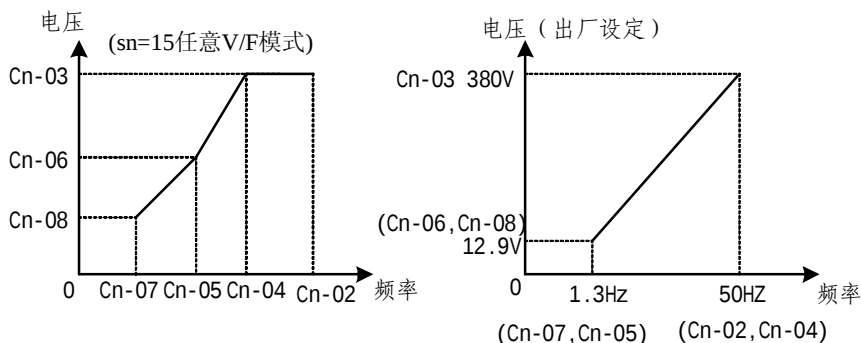

图 4-9 V/F 曲线调整
(1) 输入电压 (Cn-01)
(2) V/F 曲线设定参数 (Cn-02~Cn-08)
- 当 V/F 曲线选择参数 Sn-02=15 (任意的 V/F 模式) 时, 可利用 Cn-02~Cn-08 任意设定所需要的 V/F 特性, 出厂标准设定为固定线性 V/F 曲线特性 (即 Cn-05=Cn-07, Cn-06 无效), 如右下图 4-9。